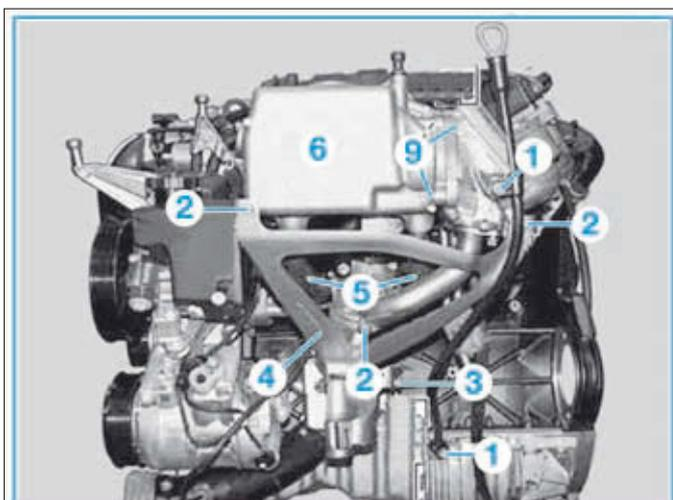

FIG. 49
- Déposer les vis (1) puis le guide de jauge à huile (Fig.49).
- Déposer les vis (2).
- Desserrer la vis (3).
- Basculer le support de l'ensemble EGR (4).
- Débrancher les durits (5) de l'échangeur eau/EGR (6).
- Déposer la vis (7) puis le support (8).
- Déposer les vis (9) puis l'échangeur eau/EGR (4).